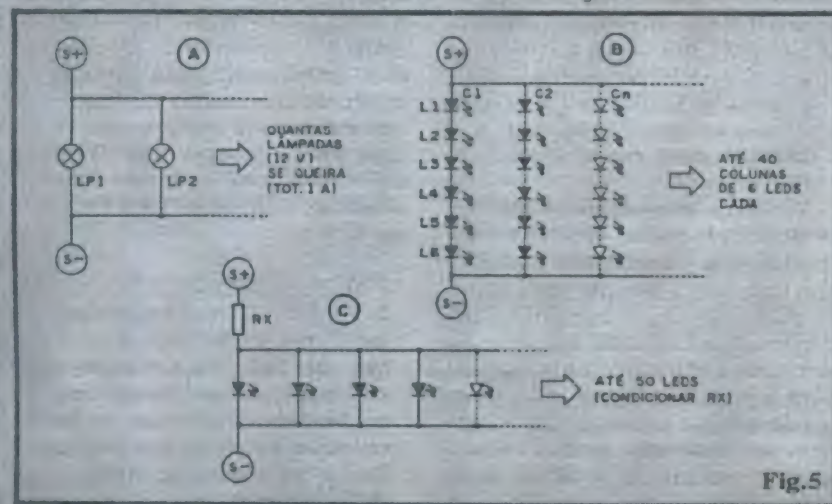

Fig. 5
- FIG. 5 - UTILIZANDO OS TERMINAIS DE SAÍDA DO MORLUC - Sempre lembrando que os terminais de Saída são polarizados (S+ e S-), o diagrama traz algumas propostas básicas para os arranjos luminosos coman-